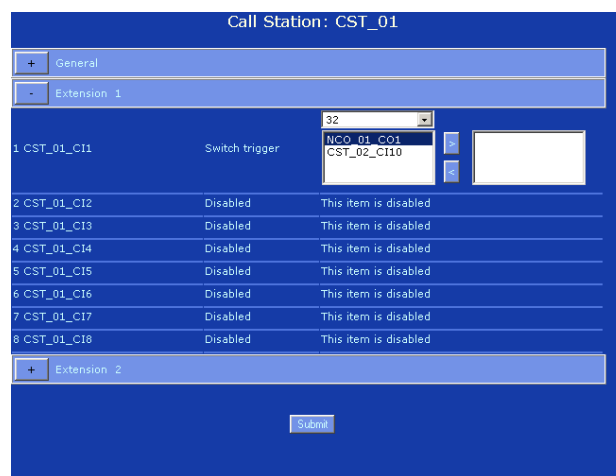

figura 36.40: Switch trigger, passaggio 3
- 3 Fare clic sull'*Extension* contenente il tasto da programmare. Appare una schermata simile a quella in figura 36.40, nella cornice principale dell'interfaccia web.